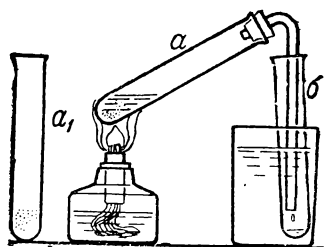

Рис. 53. Получение азотной кислоты в пробирке.
■ **Опыт 1.** В пробирку *a* приборчика, изображённого на рис. 53, всыпьте селитры, сколько показано на рисунке слева (a_1). Прилейте
Осторожно нагревайте пробирку а, пока в пробирке б не соберётся столько азотной кислоты, сколько показано на рис. 53 или немного больше (1—2 мл).